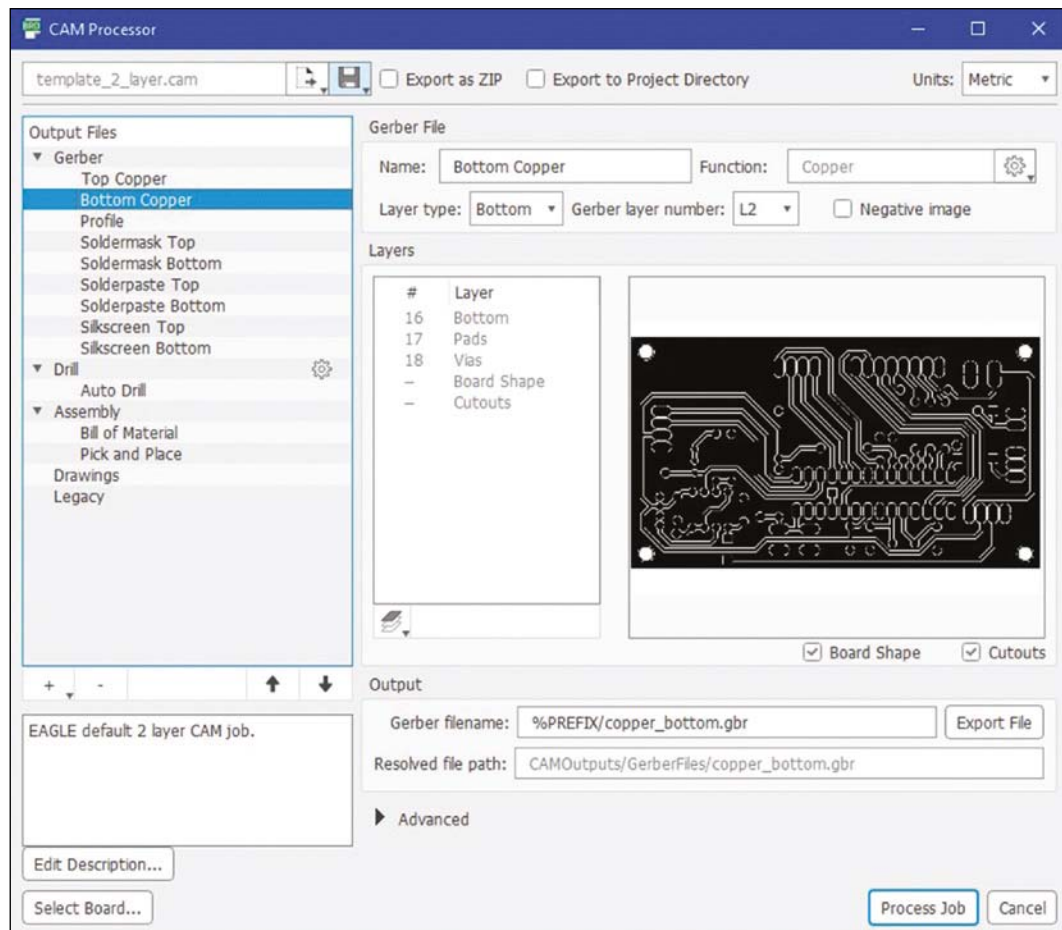

Fig. 7
- cliccare su CAM Processor (**Fig. 7**);